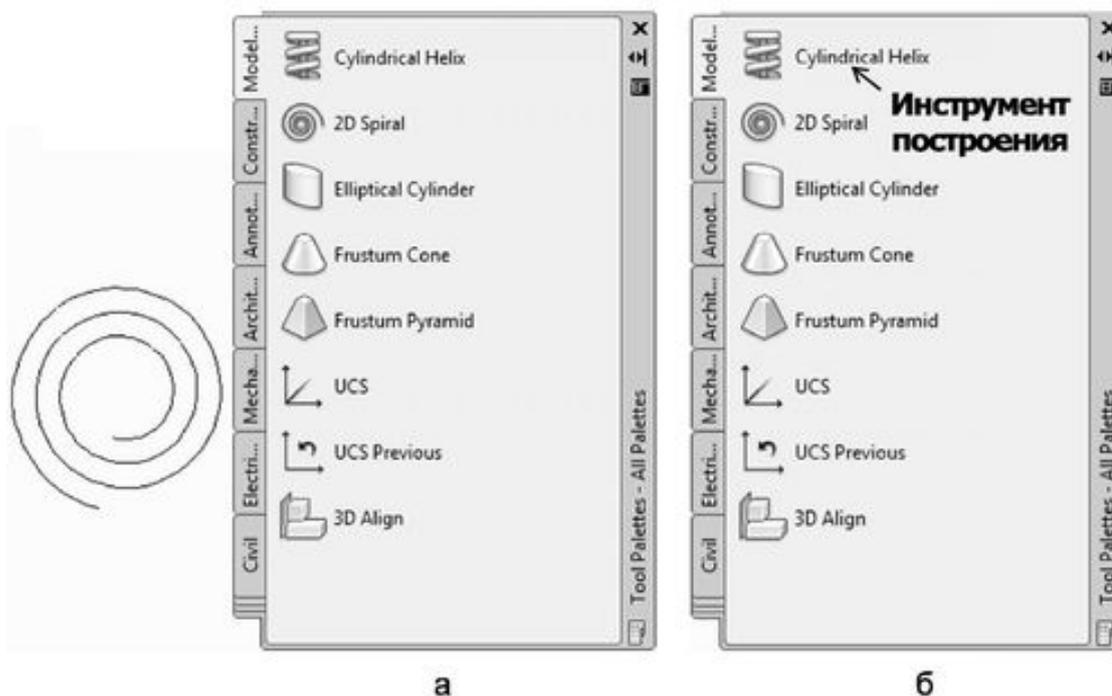

Рис. 1.9. Палитры инструментов
Окно *Tool Palettes* (*Палитры инструментов*), представленное на рис. 1.9, можно
2. Выделяем в рабочей области нужный объект (рис. 1.9а).
4. Будущее положение инструмента сначала обозначается черной горизонтальной чертой, а затем на трафарете появляется кнопка и название инструмента, принимаемое таким же, как и имя копируемого блока (рис. 1.9б).